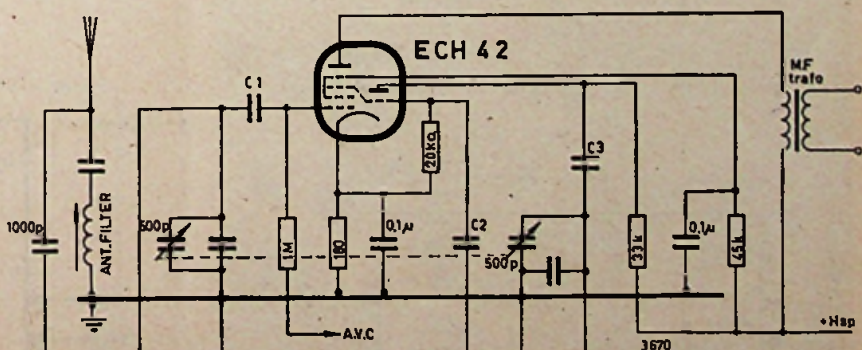

Fig.1
Ter vereenvoudiging hebben we in fig. 1 een z.g. „mengschema" getekend zonder een spoelblok. In plaats daarvan ziet u 6 aansluitingen, genummerd (1) t/m (6). Bij elk beschreven spoelblokje staat een weliswaar schematische, maar toch zo natuurgetroouw mogelijk aansluitschema.